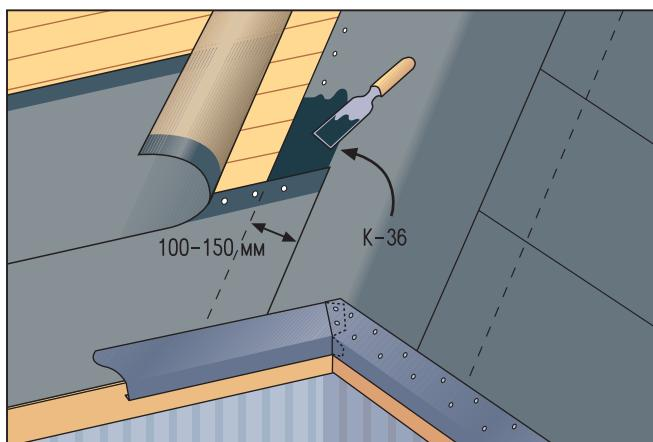

Рис. 2
- Укладка подкладочного ковра начинается от ендовой (Рис. 2).
- Подкладочный ковер укладывается непосредственно на настил из досок. Металлические карнизные планки монтируются на концах карниза сверху подкладочного ковра (Рис. 2).